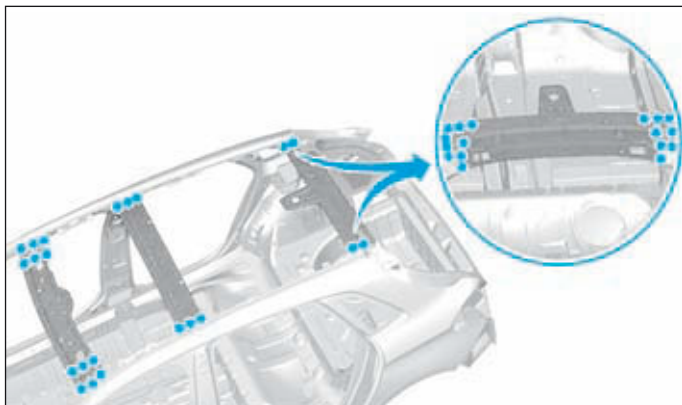

FIG.142
- Dépointer les points de soudure (Fig.142).